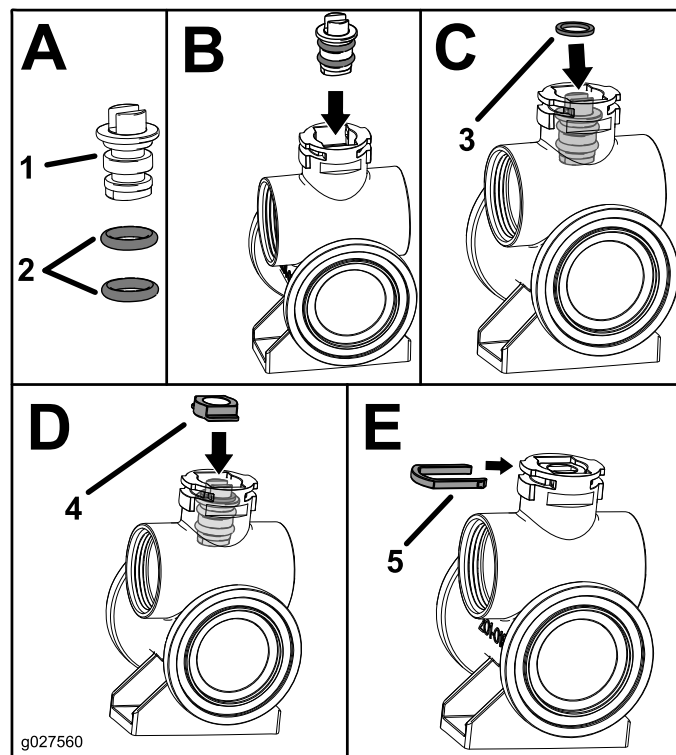

Figura 4
1. Aplique grasa al vástago de la válvula e instale las juntas tóricas nuevas en el vástago de la válvula (Figura 4, A).
2. Instale el conjunto del vástago en el cuerpo de la válvula (Figura 4, B).
3. Instale la arandela de empuje en el conjunto del vástago de la válvula (Figura 4, C).
4. Instale el retenedor en el vástago (Figura 4, D).
5. Instale el clip de retención del vástago (Figura 4, E).